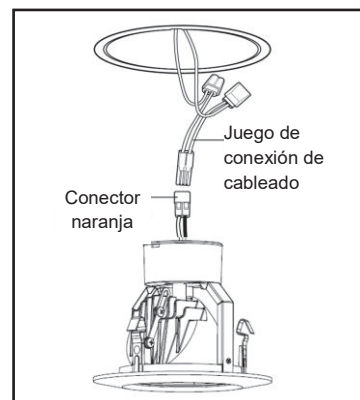

Figure 1
3. Retirez l'adaptateur de douille du boîtier. Coupez les deux fils de l'adaptateur près de l'adaptateur de douille et à distance du connecteur orange, puis jetez la douille. Retirez les (2) connecteurs bout-à-bout rouges du kit fixe. Appariez les fils du boîtier et du connecteur orange par couleur dans chaque connecteur rouge. Serrez fermement l'insert métallique en U sur les fils. Fermez le couvercle pour fixer et isoler la connexion. (Voir figure 1)